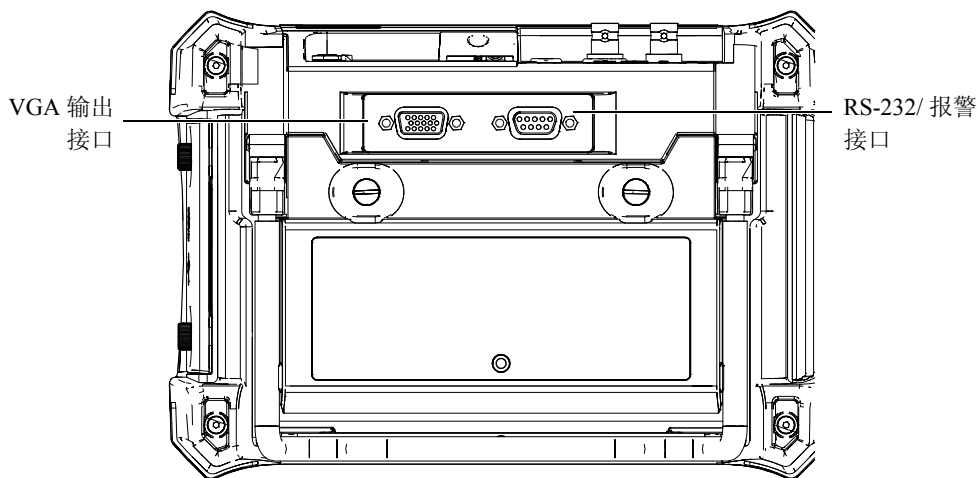

图 9-1 RS-232/ 报警和 VGA 输出接口
2. 将 600-C-VGA-5（U8780298）线缆（可选项）的一端连接到 EPOCH 600 仪器的 VGA 输出接口（参见第 146 页的图 9-1），然后将线缆的另一端连接到 VGA 设备。
EPOCH 600 仪器的标准配置带有一个串口通讯（RS-232）端口。报警信号也使用这个接口（参见第 146 页的图 9-1）。串口通讯使用位于仪器背面的 RS-232/报警输出合并接口的引脚。通过串口通讯，可以将 EPOCH 600 仪器与一台计算机连接，并利用 EPOCH 600 计算机接口程序 GageView Pro 与计算机通讯。